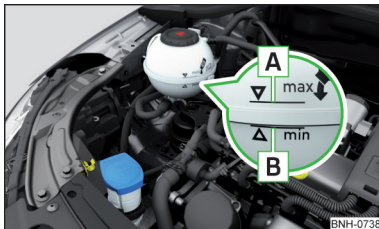

Fig. 228
Verificar el estado del líquido refrigerante - el líquido refrigerante tiene que estar entre las marcas **A** y **B** » **fig. 228.** Si el estado del líquido refrigerante está debajo de la marca **B**, rellenar el líquido refrigerante.
La **especificación** del líquido refrigerante se encuentra en el depósito de compensación del líquido refrigerante » **fig. 228.**
- No rellene el depósito de líquido refrigerante por encima de la marca **A** » **fig. 228.** El líquido refrigerante puede ser presionado por el calentamiento del sistema de refrigeración - Existe el peligro de un daño de las partes del vano motor.